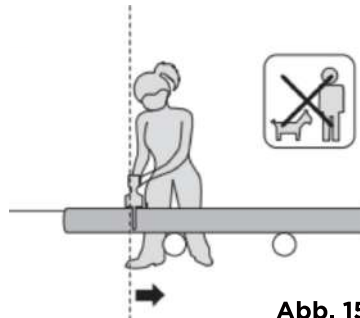

Abb. 15
2. Halten Sie die Mini-Kettensäge auf der rechten Seite Ihres Körpers (siehe Abb. 15).